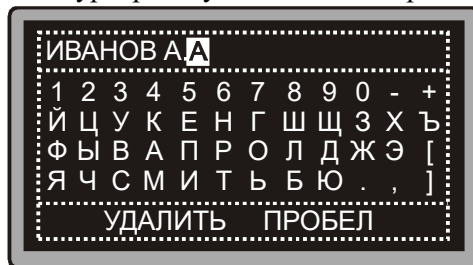

Рис. 6.16 Выбор изменяемого символа
6.15.2.8 Выбрав курсором параметр, значение которого необходимо изменить, нажать кнопку "←", откроется окно ввода текста (Рис.6.16). При этом курсором будет выделен первый символ строки.